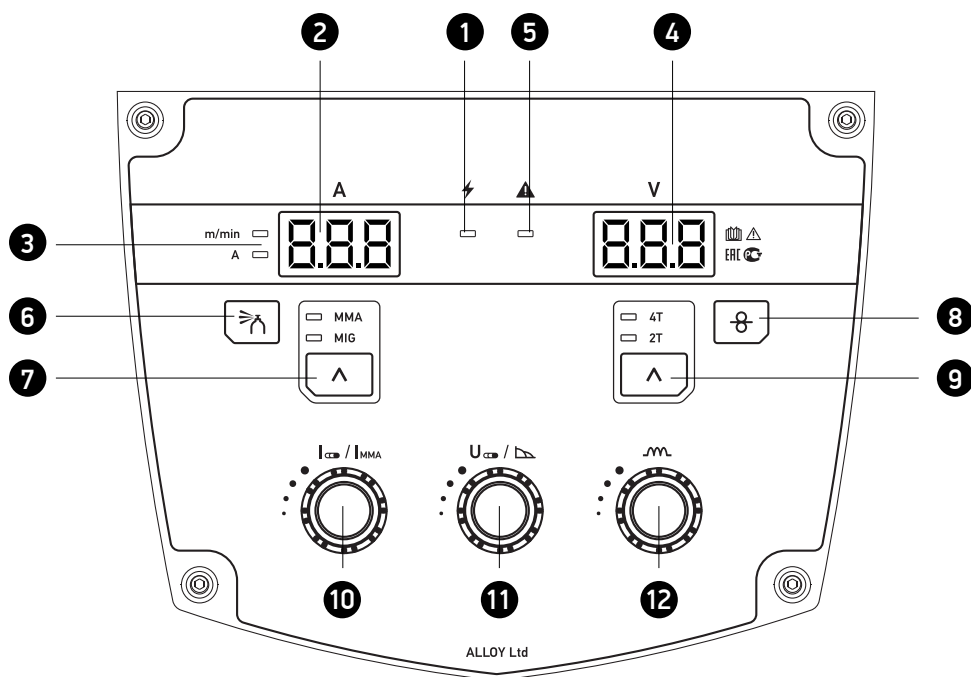

Рис. 4.1
Функции управления, отображенные на панели (см. рис.4.1.), сгруппированы согласно сфере их применения. Параметры легко изменяются посредством кнопок и регуляторов.
6.2.1. Для переключения аппарата в режим MIG/MAG нажать на кнопку поз.7 (рис. 4.1).
6.2.2. Нажатием на кнопку поз.9 (рис. 4.1) выбрать режим работы горелки (2-х тактный, 4-х тактный).